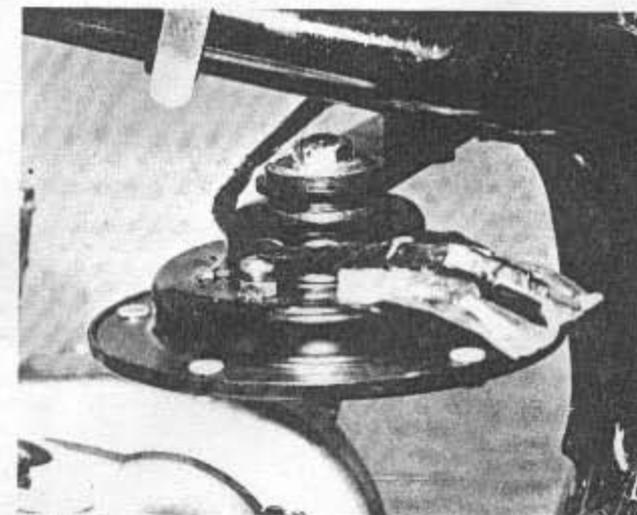

Bild 295 Der Klang und die Lautstärke des Signalhorns lassen sich mit der kleinen Schraube verändern
- Bei einigen Modellen kann das Signalhorn mit Hilfe einer an der Rückseite des Horngehäuses angebrachten kleinen Schraube eingestellt werden, d. h. der Klang und die Lautstärke lassen sich nach Bedarf verändern (Bild 295). Zu diesem Zweck lockere man die Gegenmutter, verdrehe die Schraube in jeder Richtung um je eine halbe Umdrehung, bis der gewünschte Klang in Verbindung mit der erforderlichen Lautstärke erreicht ist.